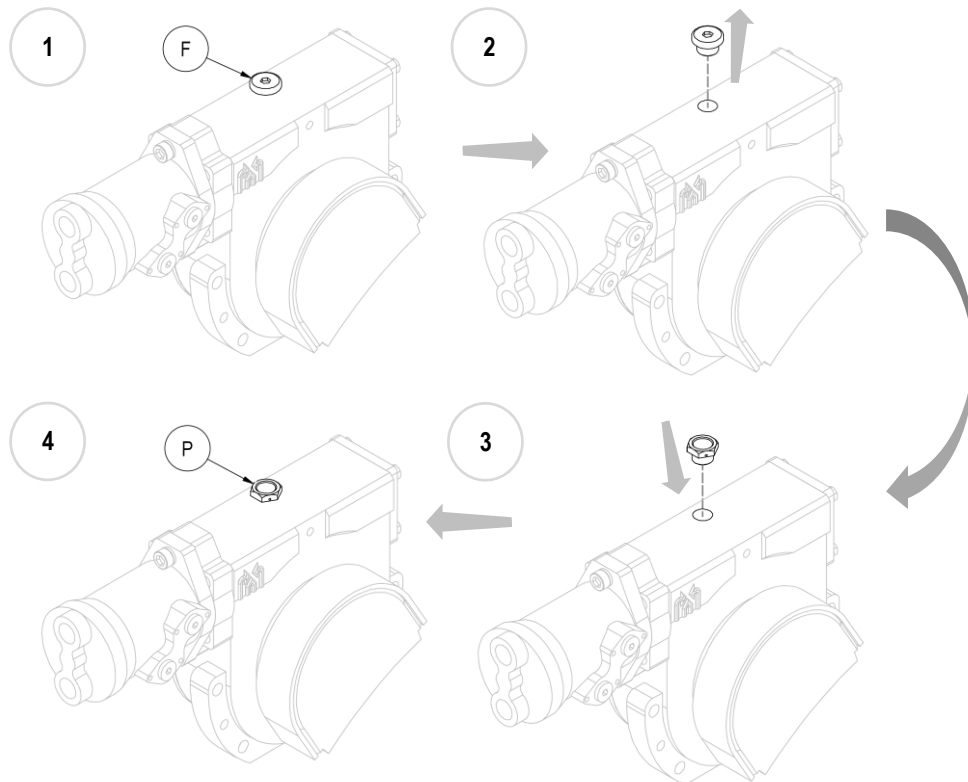

Figura 10
11. **N.B.** Con el implemento montado, reemplaze el tapón de llenado de aceite de hierro ciego (F) por el de plástico suministrado (P), equipado con un respiradero (mira *Figura 10*).